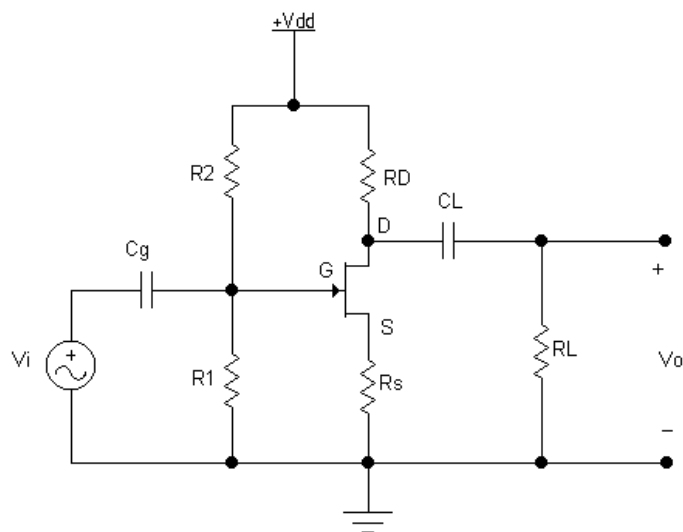

Figura 18. Amplificador JFET FC
Los amplificadores se diseñan para cumplir requerimientos de ganancia si las especificaciones deseadas están dentro de la categoría del transistor. Por lo general, se especifican la fuente de tensión, la resistencia de carga, la ganancia de tensión y la resistencia de entrada (o ganancia de corriente). El problema aquí es seleccionar los valores de las resistencias R1, R2, RD y RS (figura 18), conforme los pasos del procedimiento. Este procedimiento supone que se ha seleccionado un dispositivo y que sus características son conocidas, al menos Vp e IDSS.
De la figura 18 y ecuación (14), se tiene: